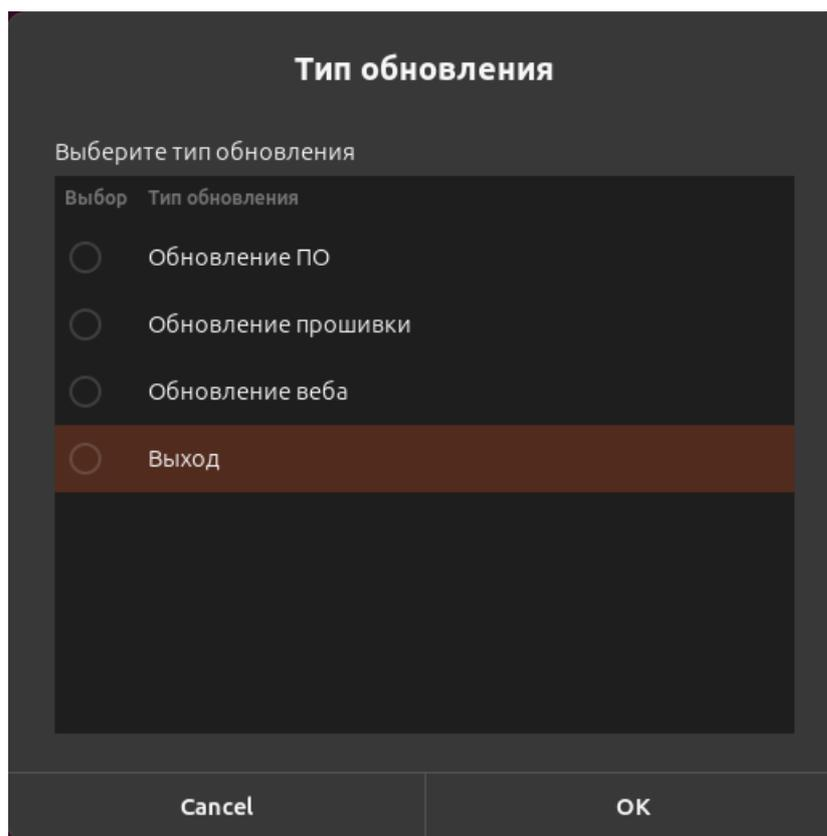

Рисунок II-57 – Диалоговое окно для выбора типа обновления
- 3) Откроется программный интерфейс «Terminal». Отобразится диалоговое окно для выбора типа обновления (см. Рисунок II-57).
Дождитесь появления диалогового окна для выбора типа обновления (см. Рисунок II-57).